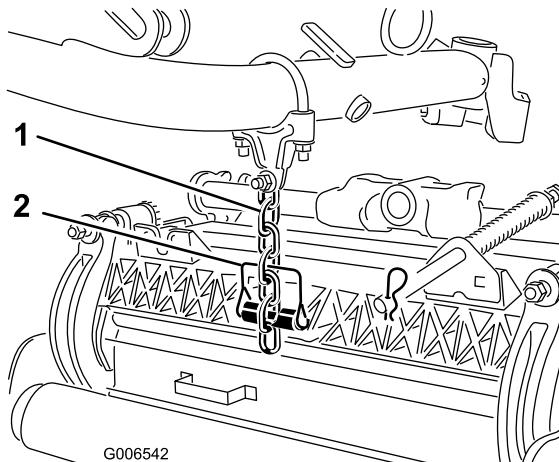

Bild 15
8. Befestigen Sie die Hubarmkette mit dem Einraststift an der Kettenhalterung der Schneideeinheit (Bild 15).